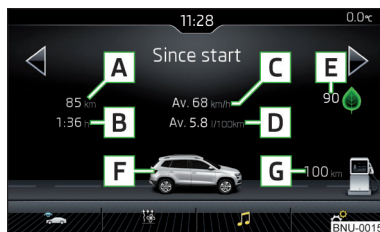

Fig. 44
**Visualización de la pantalla** » fig. 44